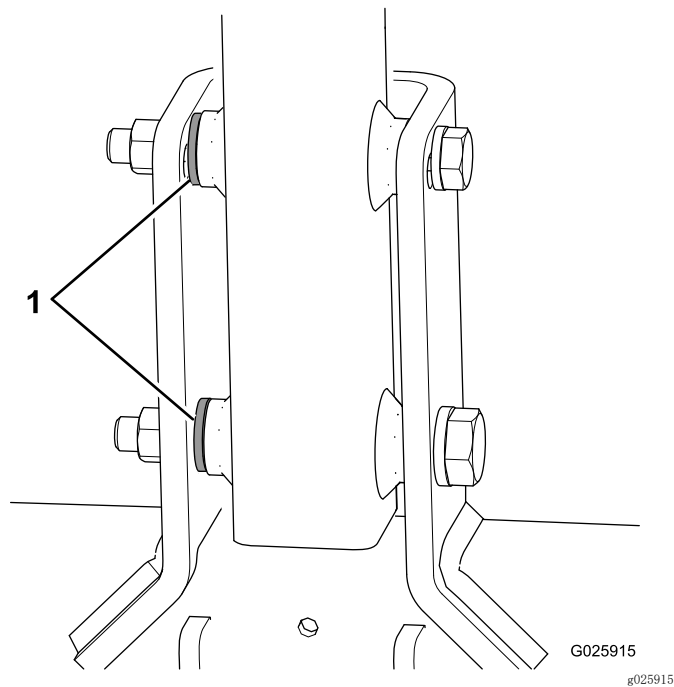

图6
- 如果您的机器每个螺栓都随附第 3 个垫圈，请把这些垫圈用作挂钩与挂钩枢轴支架之间的隔片（图6）。